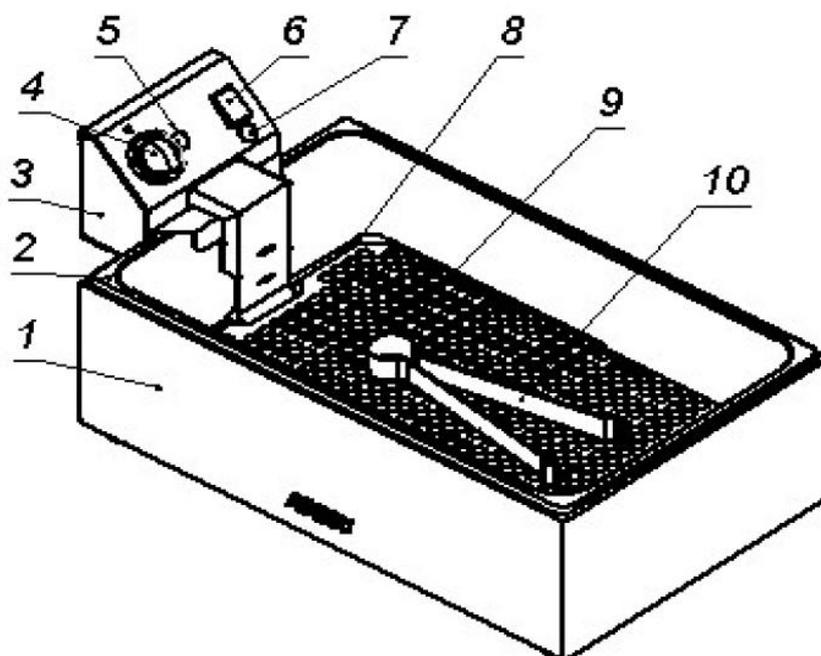

Рис.1
4.2. Управление фритюрной ванной осуществляется с блока управления нагревом (3) (см. рисунок 1). В выключенном положении выключателя (6), индикторные лампы (5) и (7) не горят.